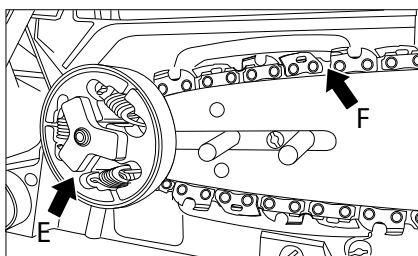

Fig. 8
6. Așezați lanțul pe roata de lanț (E). Verificați dacă verigile lanțului bine sunt plasate între dinții roții de lanț (Fig. 8).
7. Așezați verigile în canalul de ghidare a șinei (F) (Fig. 8).